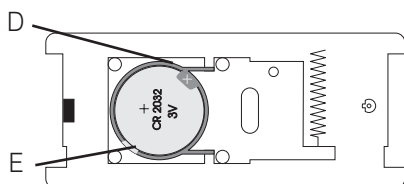

Figure 4: Compartiment à pile du bouton d'appel
d) La pile (pile bouton CR 2032) peut maintenant être mise en place dans le logement en plastique sur la platine (fig. 4 D).
e) Pour remplacer la pile, sortez la pile précédente de son logement en plastique en la soulevant légèrement sur le côté à l'aide d'un tournevis plat (fig. 4 E). Vous pouvez ensuite installer la nouvelle pile. Veuillez respecter la polarité de la pile.